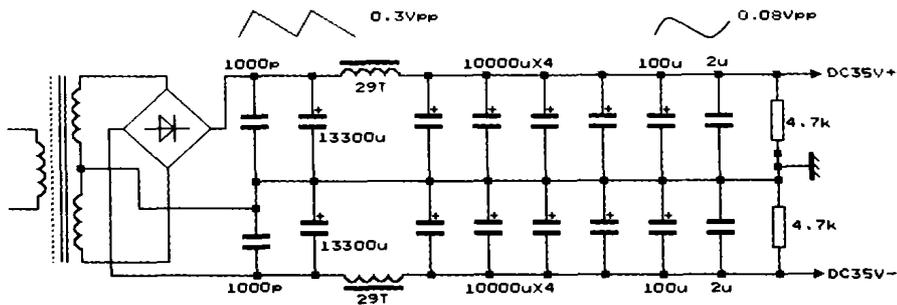
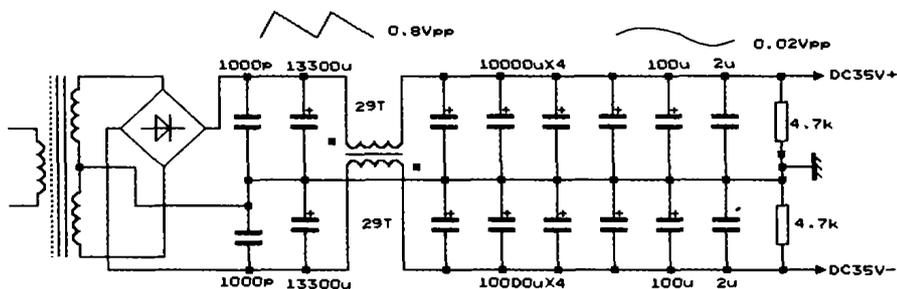
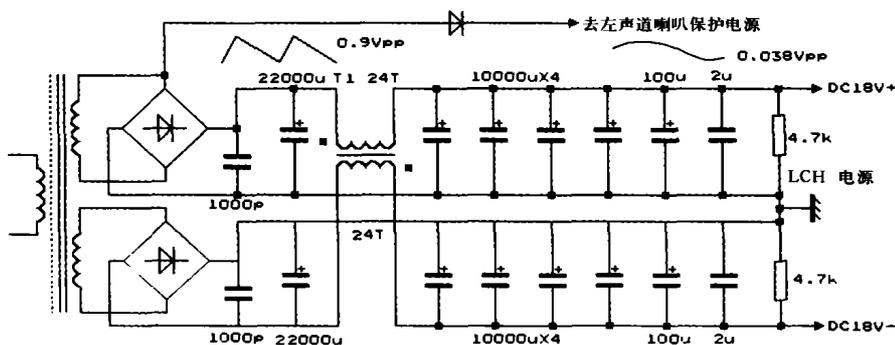

图 1 经典 CLC 滤波
图 2 单桥整流一体化扼流圈滤波
图 3 双桥整流一体化扼流圈滤波
波；用经典 CLC 滤波接法时，电源纹波为  $0.08V_{PP}$  大圆角锯齿波，见图 1 所示，这时候用耳朵贴近喇叭已经听不到什么噪声了；用一体化扼流圈接入，扼流圈上压降为  $0.3V$ ，电源纹波为  $0.02V_{PP}$  相似正弦波，见图 2 所示，这时喇叭已经十分安静了。单端甲类全平衡输入 BTL 机整机输入功耗 490VA，直流  $\pm 18V/$  每声道  $4.5A$ ，用 C 滤波时电源纹波为  $0.34V_{PP}$  锯齿波；用经典接入法，电源纹波为  $0.1V_{PP}$  大圆角锯齿波；用一体化扼流圈接入法，扼流圈上压降  $0.2V$ ，电源纹波为  $0.038V_{PP}$  相似正弦波，见图 3 所示。这里因在变压器二次侧同时接有另一整流支路，其纹波波形相似正弦波的程度比上一例要差一点，但并不影响最终效果。
- (1) 漆包线线径一定要按电路电流要求来取，不能马虎。
- (2) 装配硅钢片时要顺插，不能交叉插片。铁芯间隙为两层  $0.2mm$  厚的青壳纸（撕去薄膜），固定铁芯的壳体要厚实。
- (3) 扼流圈的浸漆、烘漆很重要。烘漆不好会造成使用日久后硅钢片松动而带来附加噪声。
- (4) 扼流圈完成后可用铜箔或铝箔自粘带沿线包方向将整个扼流圈包 1~2 层，讲究一点的话搞个屏蔽罩也可以。
- (5) 认准线圈端头按电路图 2、3 所示接线，如头尾搞错将达不到预期效果。